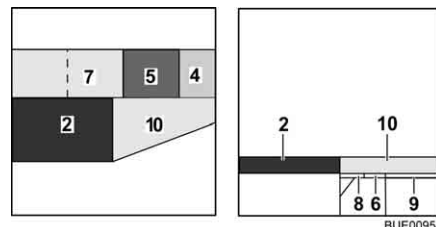

Fig. 110 Après la transformation
- Placer le coussin d'assise (Fig. 110,5) au centre.
- Placer le coussin de dossier (Fig. 110,4) entre le coussin d'assise et la cloison.
- Relever les deux rallonges du coffre de banquette (Fig. 110,8 et 9).
- Placer le coussin supplémentaire (Fig. 110,10) entre les rallonges de coffres de banquette.